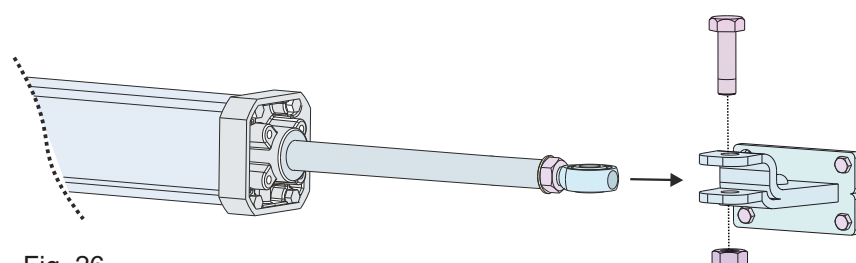

Fig. 26
- Colocar la articulación esférica del pistón cromado en el alojamiento del soporte delantero - Fig. 26
- Fijar el pistón en el soporte delantero insertando el tornillo suministrado como se muestra en la Fig. 26 y apretándolo con su tuerca.